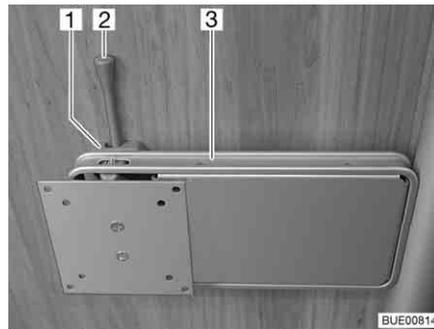

Bild 88 Halterung an Säule
- Den Entriegelungshebel (Bild 88,2) zur Seite drücken und die Halterung (Bild 88,3) mit dem Flachbildschirm in die gewünschte Position drehen.
- Flachbildschirm zurückdrehen, bis die Halterung (Bild 88,3) in die Verriegelung (Bild 88,1) einrastet.